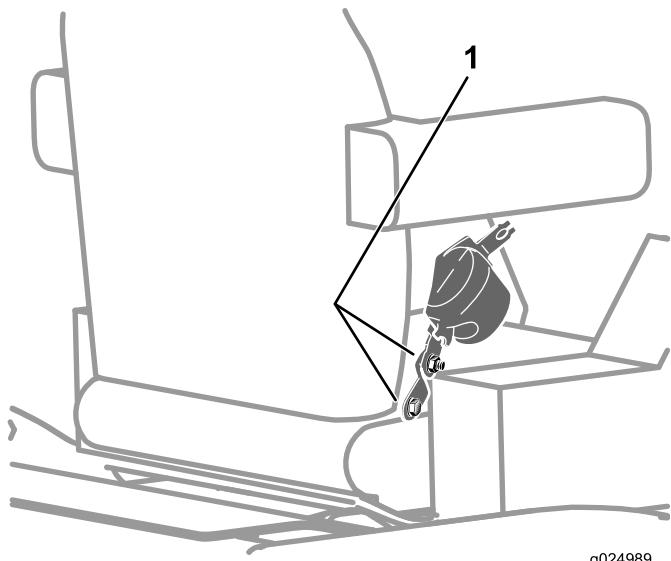

Figura 114
2. Compruebe que los pernos y las tuercas que sujetan el retractor y la hebilla del cinturón de seguridad al asiento están apretados a 47–61 N·m; consulte la Figura 114.